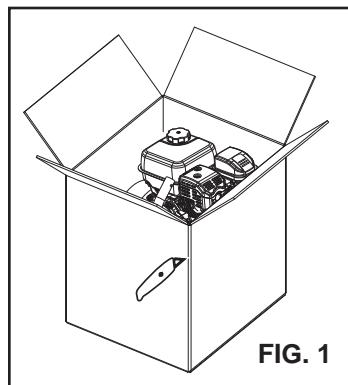

FIG. 1
1. Busque todas las partes sueltas de la caja y retírelas. (Fig. 1)